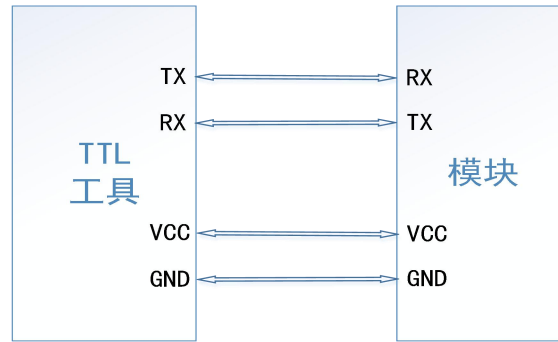

图 7 模块与 TTL 工具连接
(1) 使用 TTL 工具（连接方式如图 7）或配套 EVK（<https://www.usr.cn/Product/238.html>）将模组接入串口设备（以 PC 机代替），集中器使用串口线接入串口设备（以 PC 机代替），给模组 EVK、集中器装上天线，然后分别上电。